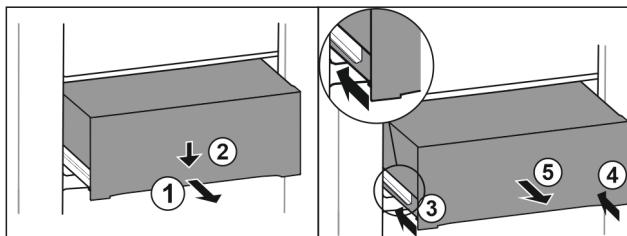

Fig. 163
- Изтеглете чекмеджето наполовина. Fig. 163 (1)
- Натиснете надолу чекмеджето от предната страна. Fig. 163 (2)
- Вкарайте лявата релса приблизително 2 см навътре. Fig. 163 (3)
- Вкарайте дясната релса приблизително 2 см навътре. Fig. 163 (4)
- Извадете чекмеджето напред. Fig. 163 (5)